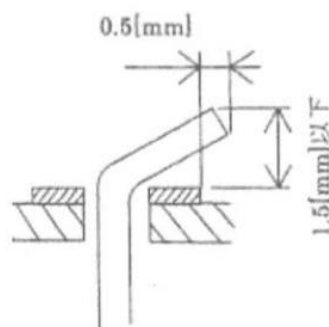

図5 リード線の折り曲げ
- ⑤ 炭素被膜抵抗器のリード線は、ランドにほぼ密着させて折り曲げ、図5との位置関係に示すように切断すること。リード線の曲げ方向は規定しない。